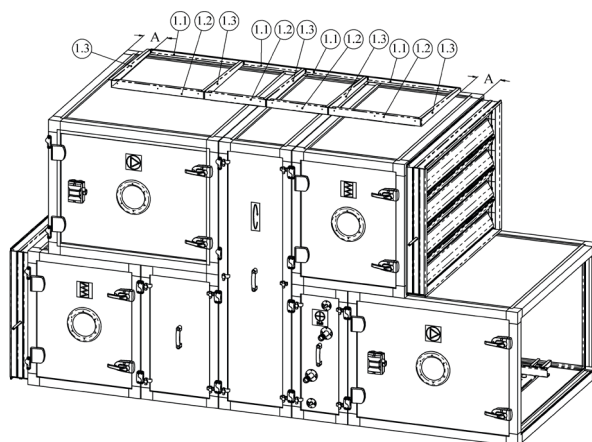

Abb. 5.1
1. Verbinden Sie die Stützen 1.1, 1.2 und 1.3 mit selbstschneidenden Schrauben 4,8 x 19 DIN 7504K. Der Rahmen muss mittig an der Längsseite auf dem Lüftungsgerät angebracht werden (Siehe Abbildung 5.1)